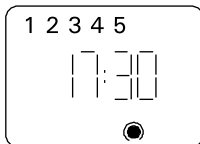

Рисунок 20
- выберите на дисплее изменяемое время кнопкой программирования [Ch]. Появившиеся на дисплее цифры, соответствующие времени и дню недели, изменяются в соответствии с п. 2.2.3. (Рис. 20)